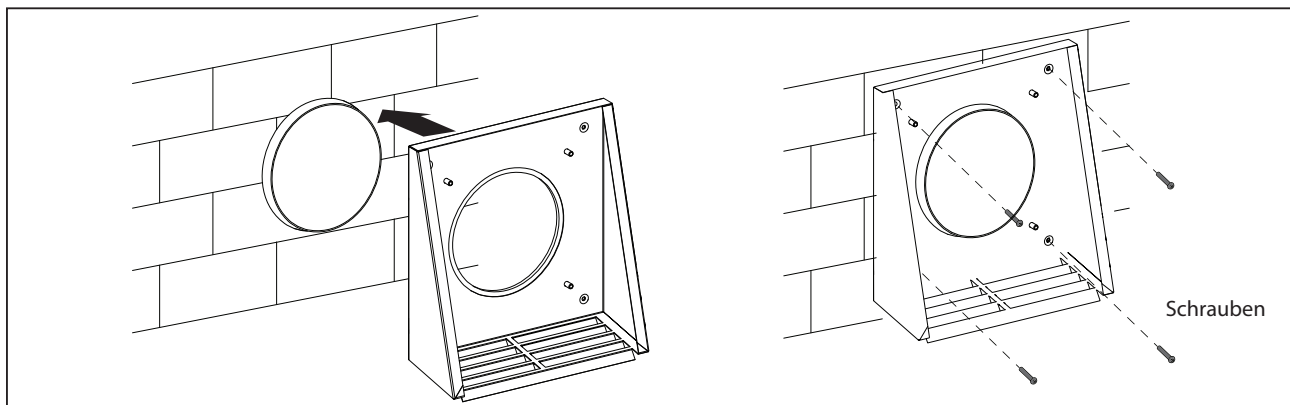

Abb. 15a
- Abb. 15a - Modelle DAC50-COMFORT und DAC50-COMFORT Pro. Befestigen Sie die Rückseite der Lüftungshaube an der Wand mit den Schrauben 4x40 aus dem Lieferumfang.